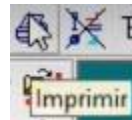

Figura 232. Exportación del plano.
75. En el menú superior, seleccionar el botón “Imprimir” para activar las opciones de exportación del plano. Figura 232.